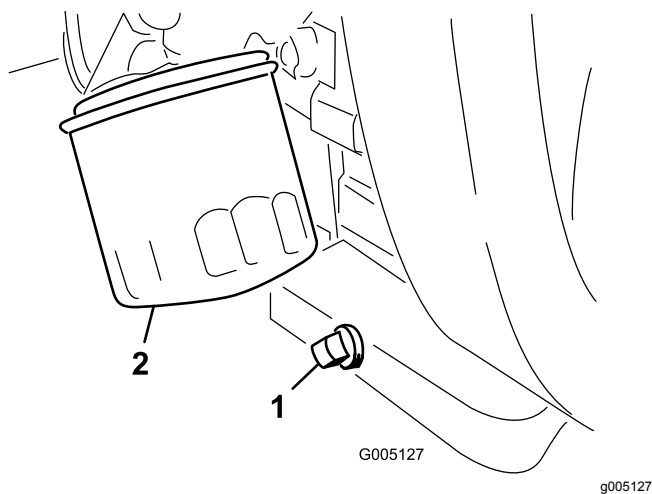

Figura 42
- Retire el tapón de vaciado (Figura 42) y deje fluir el aceite a un recipiente apropiado.
2. Limpie las roscas del tapón de vaciado, aplique sellador de PTFE, e instale el tapón de vaciado (Figura 42).
3. Retire el filtro de aceite (Figura 42).